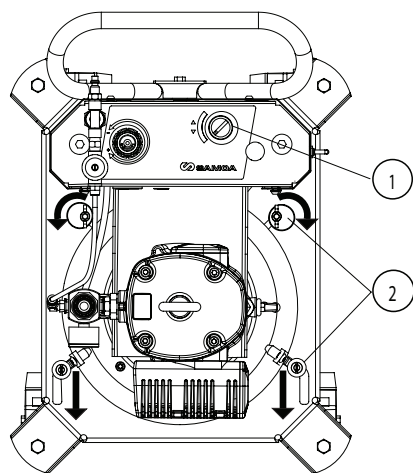
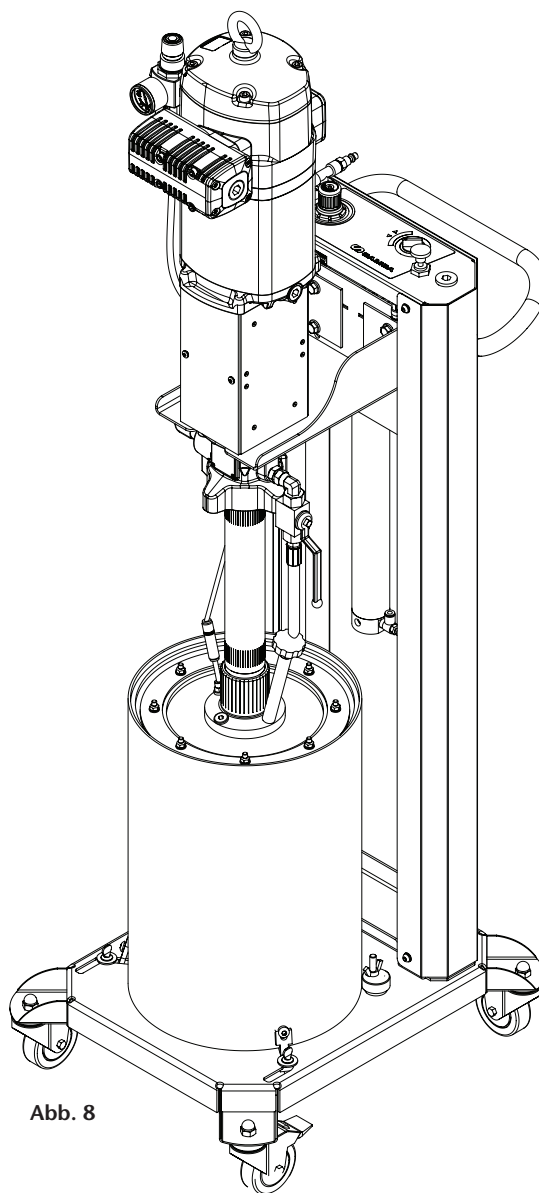

Abb. 6
Abb. 8
- Drehen Sie die Hebersteuerung (Pos. 1) (Abb. 6) in die Position "oben", um die Pumpe und die Folgeplatte nach oben zu heben.
- Öffnen Sie die Eimerverschlüsse. (Pos. 2) (Abb. 6).
- Drehen Sie die Liftersteuerung (Pos.1) in die „Aus“-Position (Abb. 6). Die Pumpe und die Folgeplatte werden sich dem Eimer annähern.
- Schließen Sie die Eimerverschlüsse (Pos. 2) (Abb. 6). • Das Gerät ist betriebsbereit (Abb. 8).